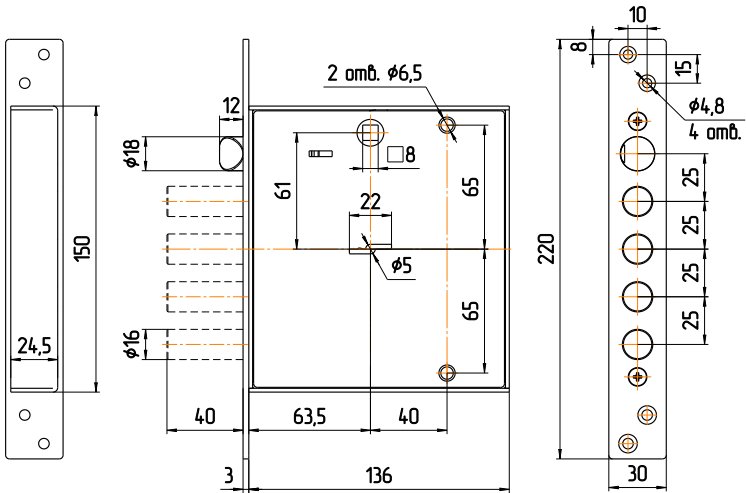

Рис.2
4.1. Произвести разметку и выполнить на полотне двери гнездо для корпуса замка, отверстия для ключа, для стержня ручек фалевых, 2 отв. для крепления накладок, а в дверной коробке – отверстия для пальцев засова, защёлки (см. рис.2).